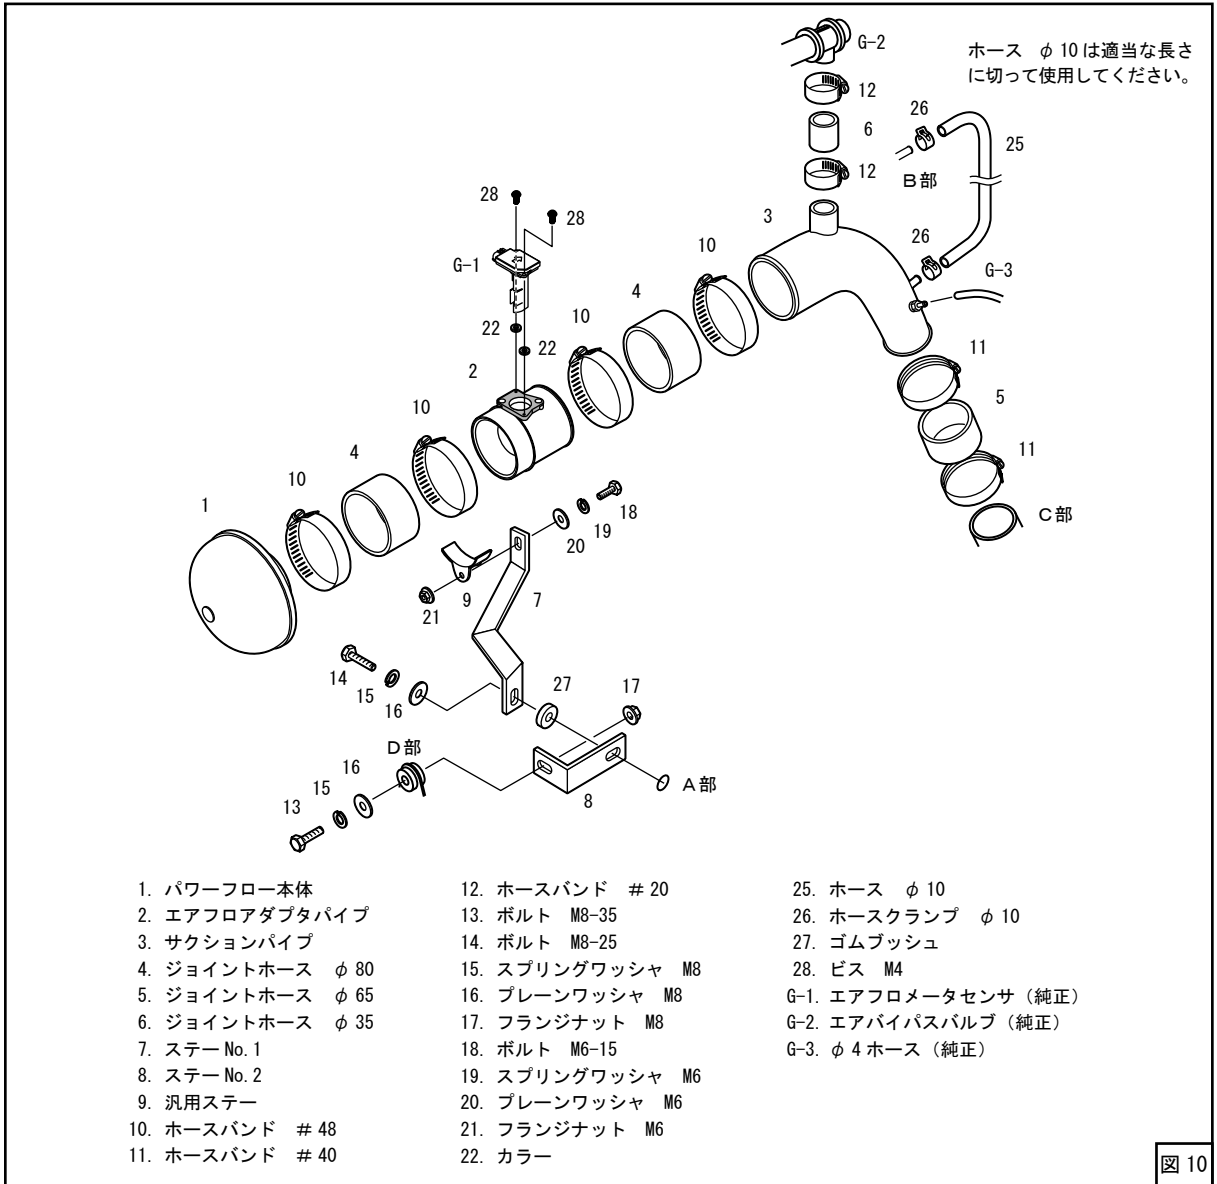

図10
- (2) エアフロメータセンサのOリング(純正)がエアフロアダプタパイプに噛み込まないようにしながら図7の位置にいくことを確認し、キットパーツのM4ビスを使用して取付けてください。この時ビスを締めすぎないようにしてください。締め付けトルク 2.0～3.0N・m(0.2～0.3kg・m) (図7、図10)
(3) サクションパイプを固定してください。(図8、図10)
(4) キットパーツを仮付けしてください。(図8、図9、図10、図11)